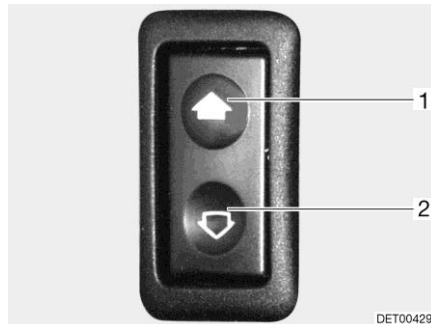

Bild 38 Schalter für elektrischen Fensterheber
- Öffnen: ■ Schalter unten (Bild 38,2) drücken.
- Schließen: ■ Schalter oben (Bild 38,1) drücken.